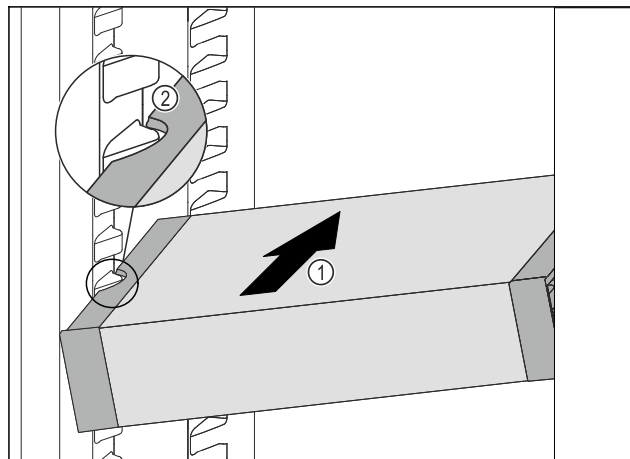

Fig. 207
- Inserire VarioSafe ad angolo nel vano frigorifero Fig. 207 (1), fino a quando le cavità laterali Fig. 207 (2) di VarioSafe non si trovano al livello della nervatura del contenitore nel vano frigorifero.